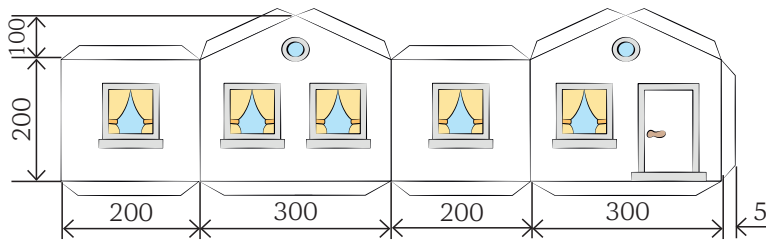

Fig. 2
- Măsurați și trasați pe un carton alb căsuța desfășurată din Fig. 2, respectând dimensiunile din desen exprimate în milimetri.